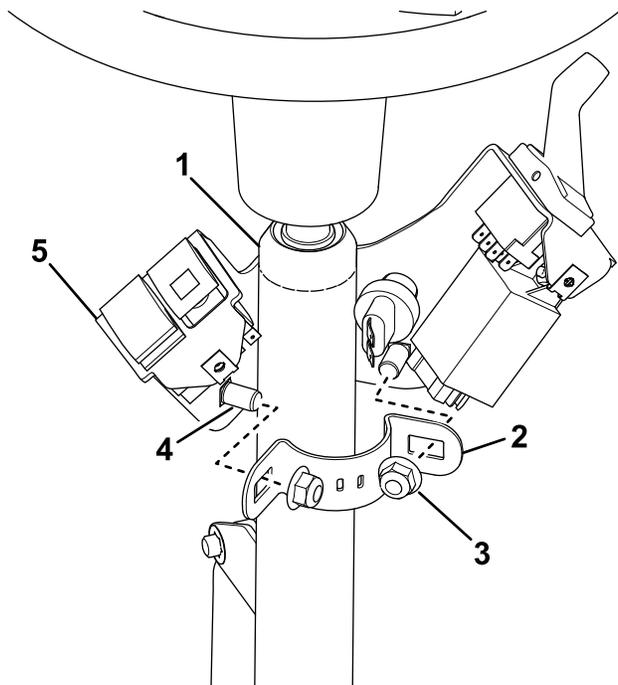

Figura 13
2. Instale o suporte de montagem da coluna na coluna de direção com o suporte de montagem, dois parafusos de carroçaria e duas porcas flangeadas (Figura 13).